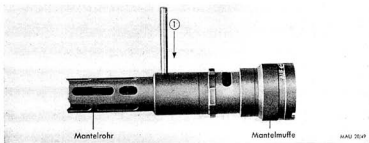

Abb. 49: MG 81; Herausschlagen des Senknietes zum Mantel
3. Zerlegen und Zusammensetzen des Mantels (Abb. 49—51)
① Mit einem Durchschlag Senkniet zum Mantel, der das Mantelrohr gegen ein Verdrehen der Mantelmuffe sichert, herausschlagen (Abb. 49).